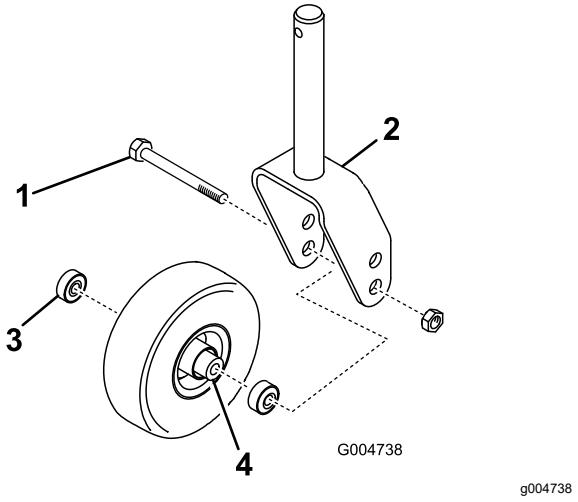
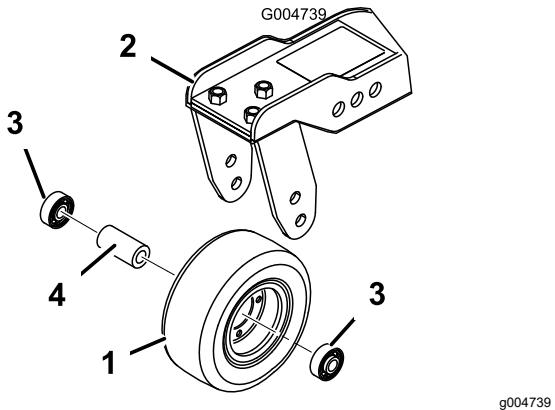

Figura 87
Figura 88
1. Retire la contratuerca del perno que sujetla el conjunto de la rueda giratoria entre la horquilla (Figura 87) o al brazo de pivote (Figura 88).
2. Retire el cojinete de la rueda y deje que se caiga el suplemento del cojinete (Figura 87 y Figura 88).